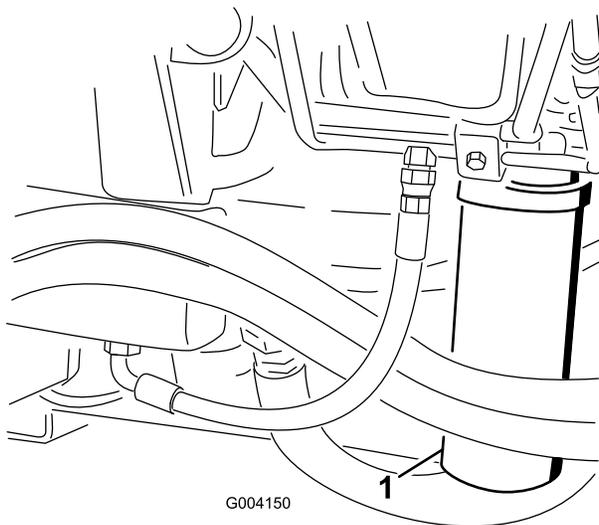

Figure 81
2. Nettoyez la surface autour de la zone de montage du filtre et placez un bac de vidange sous le filtre (Figure 80) et (Figure 81).